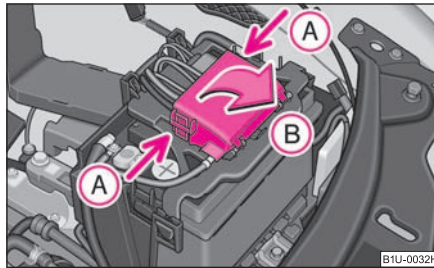

Fig. 176 Capacul bateriei din compartimentul motor
- Concomitent apăsați elementele de fixare ale capacului suportului de siguranțe în sensul indicat de săgeată **(A)** ⇒ fig. 176 și împingeți capacul în sensul indicat de săgeată **(B)**.